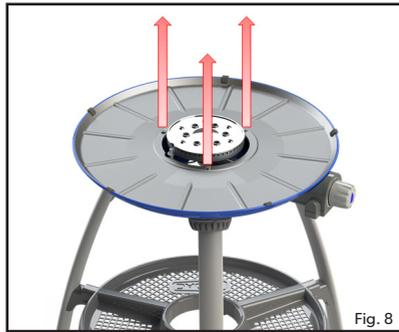

Fig. 8
- Sostituire il getto: Rimuovere le tre viti dalla piastra di schermatura anticalore (Fig. 8). Rimuovere la piastra di schermatura anticalore (Fig. 9) facendo attenzione a non danneggiare l'elettrodo piezoelettrico. Il getto può ora essere rimosso utilizzando una chiave adatta (Fig. 10). Non utilizzare pinze sul getto poiché questo può danneggiarlo, rendendolo inutilizzabile o impossibile da rimuovere. Avvitare il nuovo getto nella valvola. Non serrare eccessivamente poiché questo può danneggiare il getto.